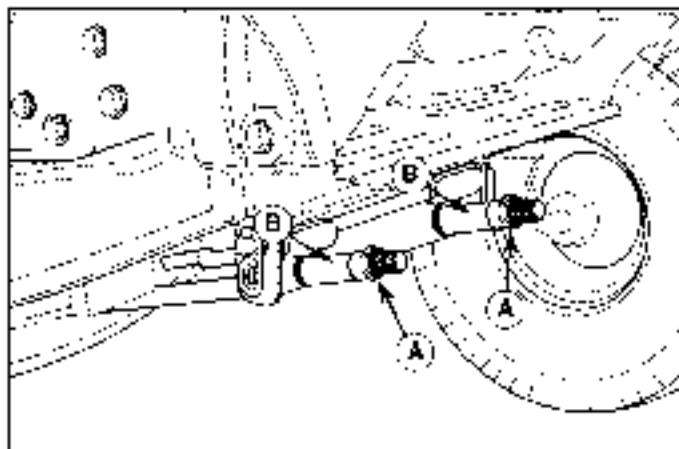

Figura 27. Nivelación del cortacésped de adelante hacia atrás
8. Al subir la parte delantera de la plataforma del cortacésped, apriete las contratuercas (A, Figura 27) y los espaciadores opuestos (B). Para bajar la parte delantera de la plataforma del cortacésped, suelte las contratuercas (A). Éstas deben girarse de forma uniforme en ambos lados a fin de mantener nivelada la plataforma.
9. Vuelva a revisar la medida de la cuchilla y apriete la tuerca delantera (B) contra el soporte para asegurarla.